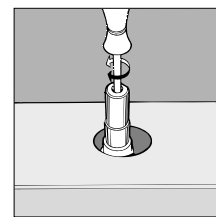

fig. 8
Tilslut til det indstillelige samlestykke (med gevind på ½" G cylindrisk han), der er anbragt på apparatets bageste højre side (fig. 8), ved hjælp af et stift metalrør, og til samlestykker i overensstemmelse med gældende regler, eller med en fleksibel metalslange uden afbrydelser i overensstemmelse med gældende regler, som ikke må have en længde på over 2000 mm. Hvis der opstår behov for at dreje samlestykket, skal tætningspakningen altid udskiftes uden undtagelse (leveret med apparatet). Når installeringen er afsluttet skal man kontrollere, at tætningen for gaskredsløbet samt de interne tilslutninger og haner er tætte ved hjælp af en påført sæbeblanding (aldrig ved brug af åben ild). Kontroller desuden at tilslutningslangen ikke kan komme i kontakt med bevægelige dele, der kan beskadige eller trykke den sammen. Kontroller at rørledningen for naturgassen har passende dimensioner til at forsyne apparatet, når alle gasblussene er tændt. **Vigtigt:** Ved tilslutning til flydende gas (i flasker), skal man montere en trykregulator i overensstemmelse med gældende regler.
- fjern knappen (fig. 8) og indstil på reguleringsskruen på styrestangen i gashanen ved hjælp af en skruetrækker, indtil der opnås en lille og jævn flamme (hvis man løsner skruen øges minimum, hvis man strammer sænkes minimum).